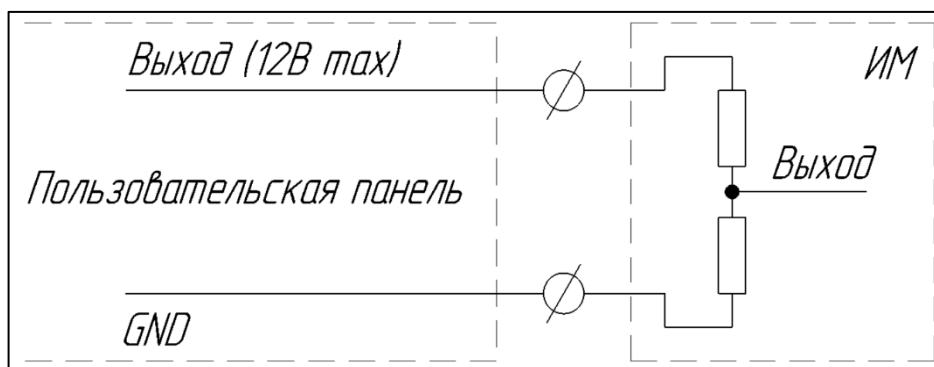

Рисунок I-27 – Схема подключения исполнительного механизма со входом по напряжению
- Подключение исполнительного механизма со входом по напряжению (см. Рисунок I-27)